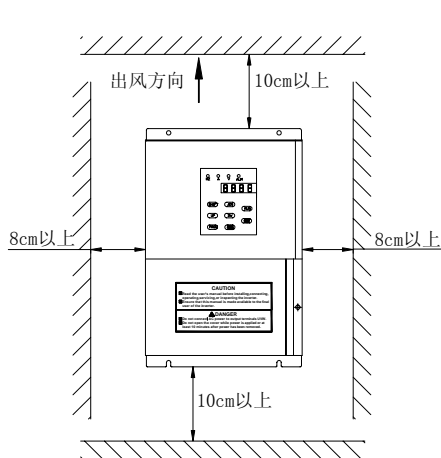

图 3-1 安装的间隔距离图
- (1) 一般情况下应立式安装。
- (2) 安装间隔及距离最小要求，如图 3-1 所示。